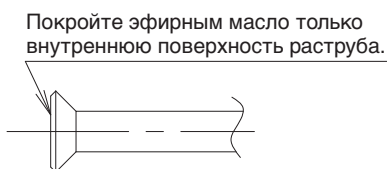

Рис. 20
- При обустройстве развальцованного соединения следует покрыть эфирным маслом только внутреннюю поверхность раструба. (См. Рис. 20) Затем необходимо рукой завернуть конусную гайку на 3-4 оборота и повернуть ее.